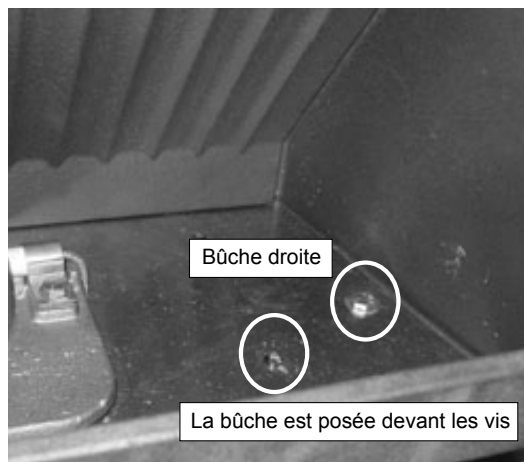

Figure 22.3
2. Placez la bûche de droite devant les 2 têtes de vis dans la chambre de combustion. **Figure 22.3 et 22.4.**